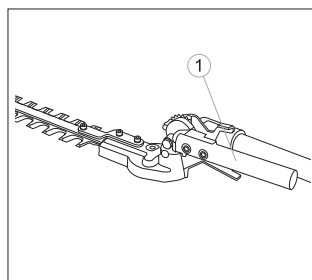

fig. 26
3. Halten Sie die Verriegelung gedrückt und drehen Sie die Schneideinheit mittels des Einstellhebels, bis sie sich mit dem Schaft ausgleicht (Drehung um 180°) (Abb. 26).